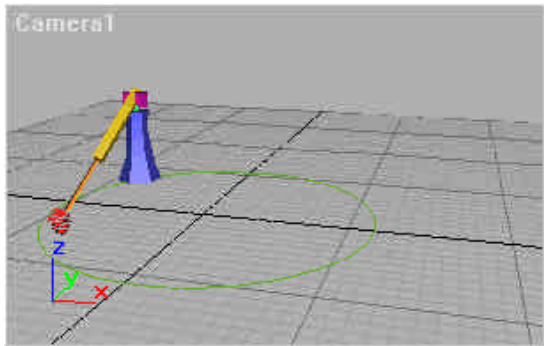

图11-15 第70帧时机械手的状态
5) 移动时间滑块到第 70 帧, 单击主工具栏中的 Select and Move 按钮, 将机械臂上的水平长轴拉长。单击主工具栏中的 Select and Rotate 按钮, 将水平机械臂向下旋转, 将 U 形机械手旋转几周。如图 11-15 所示。